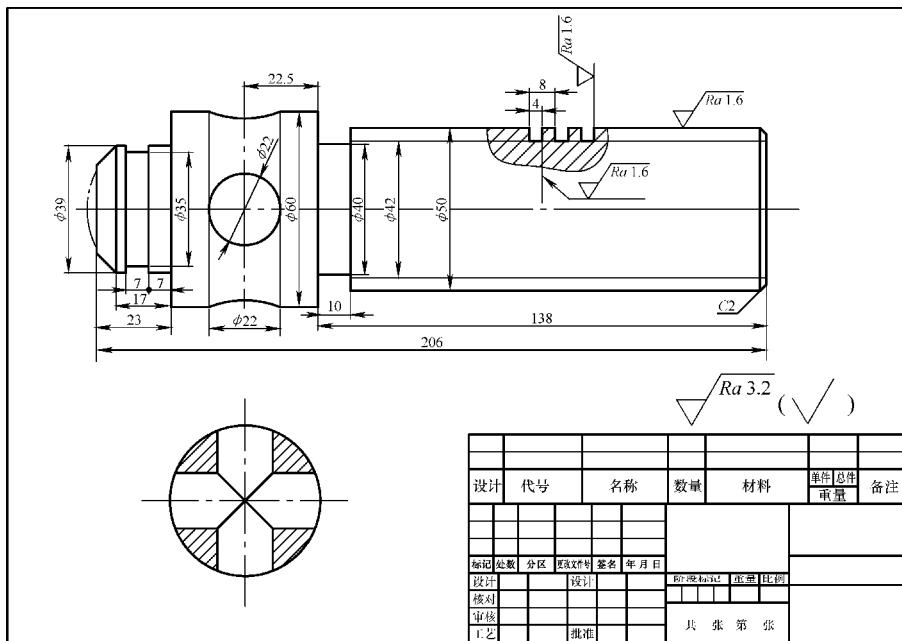

图 11-71 螺旋杆
1. 绘制如图 11-71 所示的螺旋杆，注意其中移出断面和局部剖视图的画法，表面粗糙度和倒角等尺寸的标注，并按国家标准中的相关要求绘制相应的标题栏。